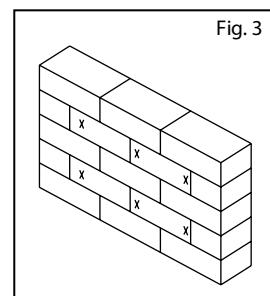

Fig. 3
2. Mentre un'altra persona tiene ferma la piastra a muro, segna sei punti equidistanti sul muro per fissare il supporto (vedi Fig. 3).